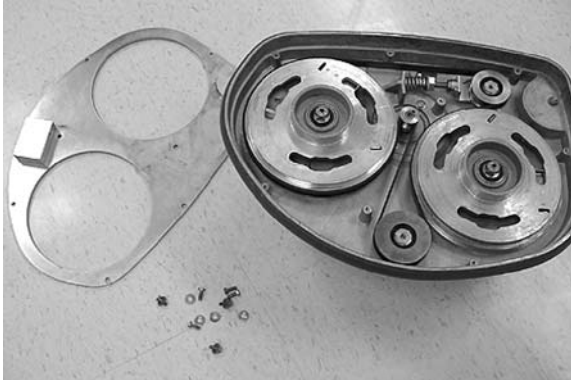

РИС. 63
- Осторожно положите чистящую головку нижней стороной вверх и снимите кожух ремня, потребуется гаечный ключ на 10 мм (Рисунок 63).